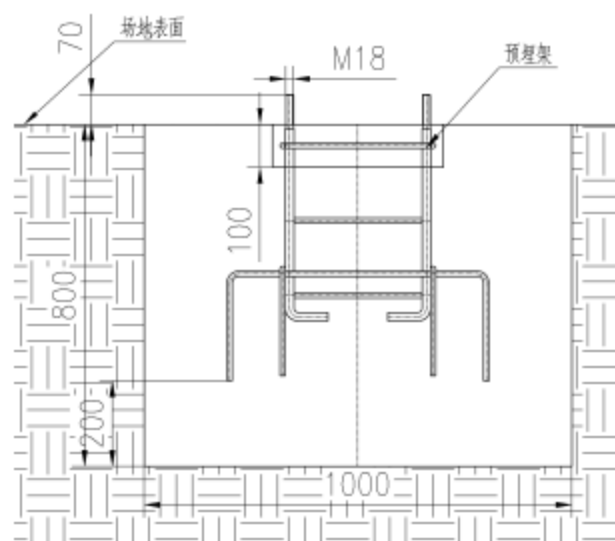

图4
3) 将预埋架放入混凝土基坑中 (如图4), 保证预埋架与场地表面垂直, 预埋架埋入尺寸如图4所示; (注: 注意器材的安装方向由预埋架的放置